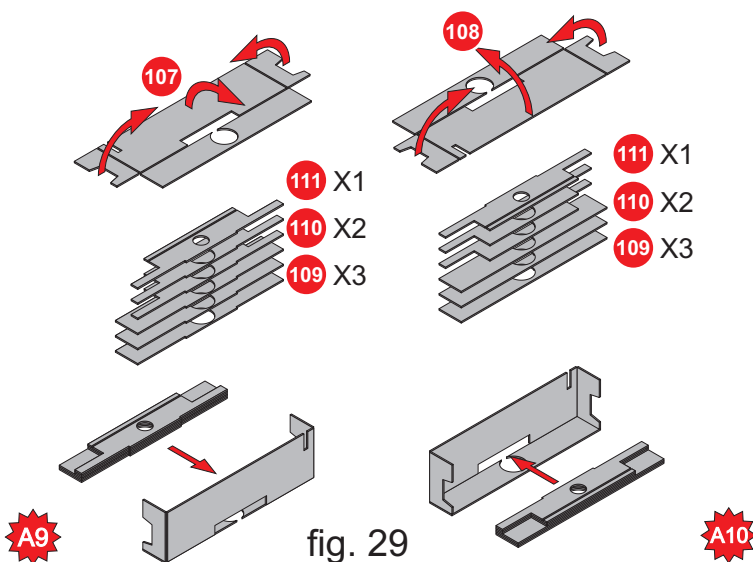

fig. 29
15) Piegare e saldare negli angoli le parti 107 e 108. Impilare i pezzi 109 110 111 nell'ordine e quantità indicata in fig. 29 facendo attenzione al verso del pezzo 111, questo dovrà avere la scanalatura rivolta verso l'alto. Bloccare infine con una saldatura laterale limando eventuali eccessi di stagno sporgenti. Questi due gruppi creano una vano per la vite di blocco della cabina che in questo modo non sarà visibile nella parte bassa del motocarrello. I due gruppi così ottenuti prendono il nome A9 A10.